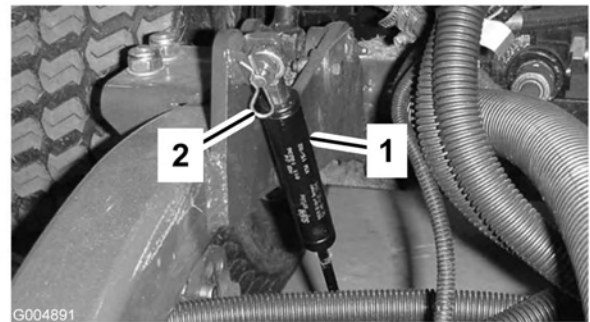

Bild 73
2. Nehmen Sie den Lastösenbolzen ab, mit denen die Stoßdämpfer an den Hubarmen befestigt sind (Bild 73). Drehen Sie die Stoßdämpfer zum Mähwerkgehäuse